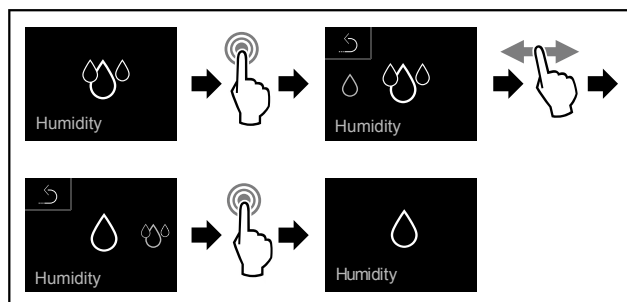

Fig. 70
- Proved'te kroky postupu (viz Fig. 70).